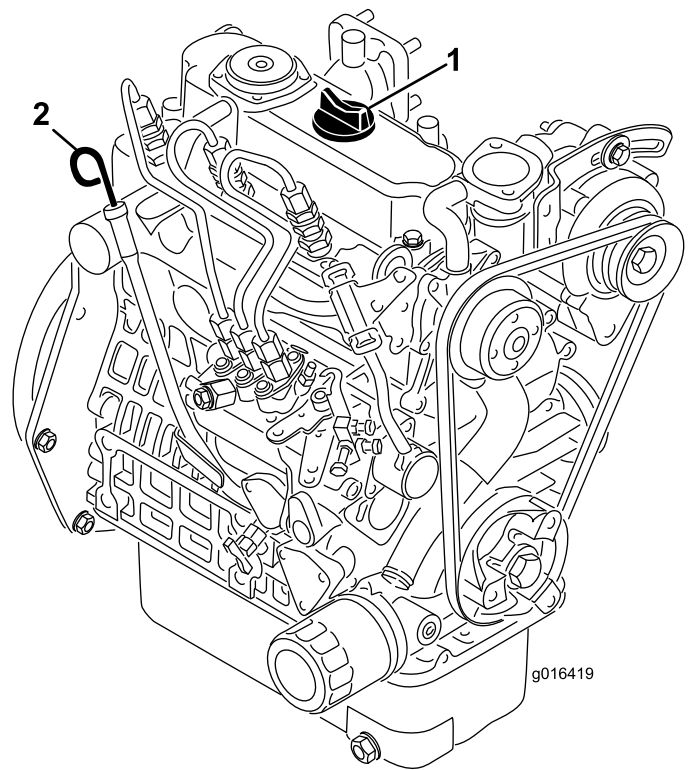

Bild 22
2. Nehmen Sie den Peilstab heraus und wischen Sie ihn mit einem sauberen Lappen ab (Bild 22). Stecken Sie den Peilstab in das Rohr und stellen Sie sicher, dass er vollständig eingeführt ist. Entfernen Sie den Peilstab und prüfen den Ölstand. Nehmen Sie bei einem niedrigen Ölstand den Fülldeckel von der Ventilabdeckung ab und gießen Sie **langsam** genug Öl in die Öffnung, bis der Ölstand die Voll-Markierung